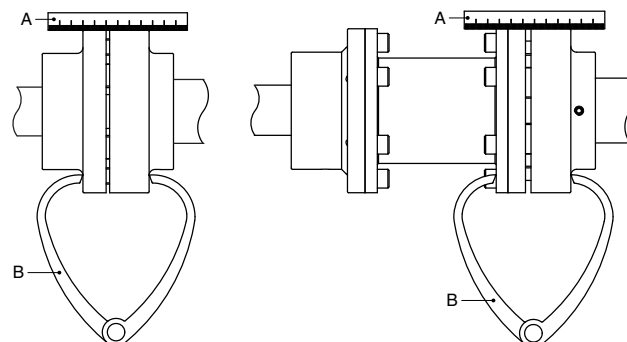

Рисунок 3: Совмещение муфты при помощи линейки и пары кронциркулей
- 1 Поместите линейку (A) на муфту. Вставьте или снимите столько медных шайб, сколько необходимо, чтобы установить электродвигатель на нужную высоту таким образом, чтобы прямая кромка касалась обеих полумуфт по всей длине, см. рисунок 3.
- 3 Еще раз проверьте совмещение при помощи пары кронциркулей (B) в 2 диаметральные противоположных точках по бокам полумуфт, см. рисунок 3.